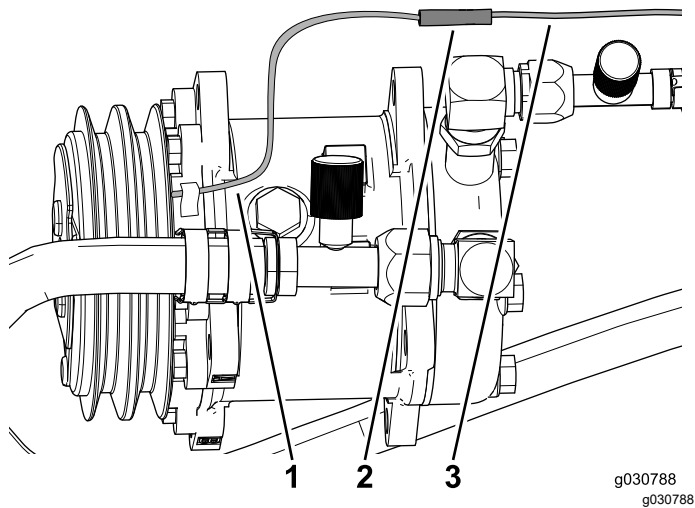

Figura 51
3. Collegate il cavo proveniente dal compressore dell'aria condizionata al connettore a banana sul cablaggio preassemblato (Figura 51).